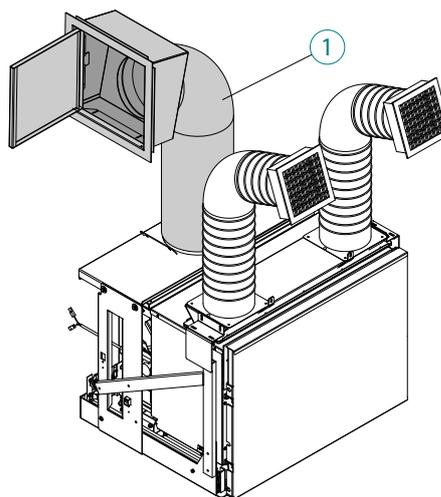
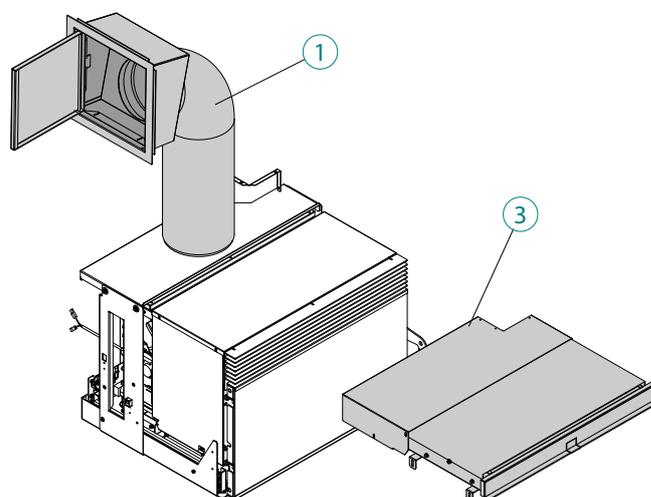

fig. 6.4.1
fig. 6.4.2
- A) Système de chargement avec tuyau métallique flexible et porte de chargement « 1 » (fig. 6.4.1; fig. 6.4.2)
- B) Tiroir de chargement avant pour version sortie d'air frontale « 3 » (Fig. 6.4.2)